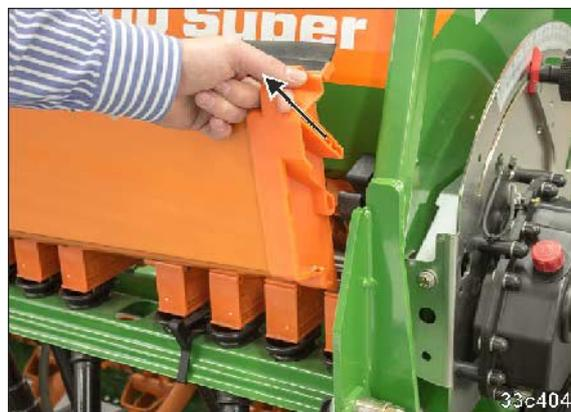

Fig. 116
1. Extraer hacia arriba las cubetas de calibración (Fig. 116) antes del trabajo de ajuste desde los soportes y volver a introducir a continuación.